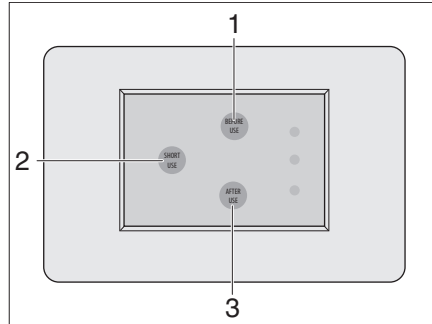

Fig. 367 Panel del aseo con vibrador
- Presionar el pulsador de descarga corta (Fig. 367,2).
- Antes de ir al baño presionar el pulsador previo a la utilización (Fig. 367,1).
- Después de ir al baño presionar el pulsador posterior a la utilización (Fig. 367,3).